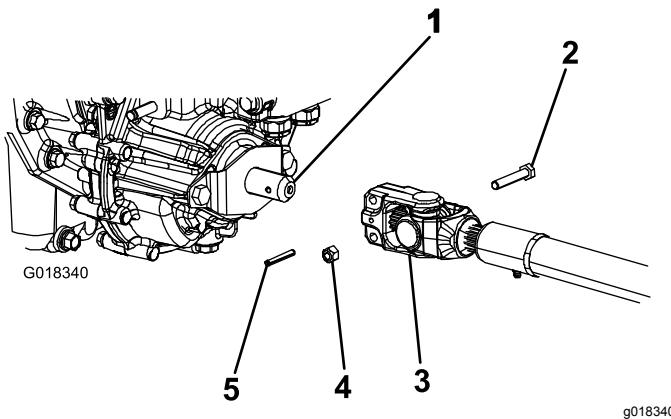

図 4
3. PTO駆動シャフトを機体前部の下に置く。駆動シャフトのスリップシャフトヨークをトランスミッショングの駆動シャフトに向けること図 4。